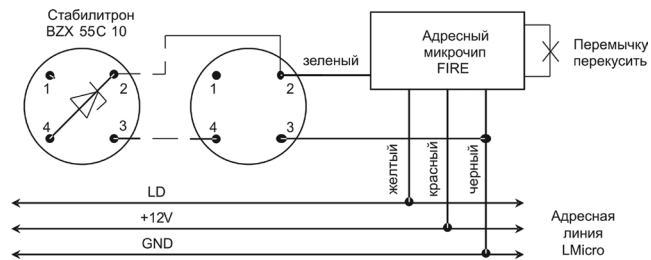

Рисунок 4. Схема подключения пожарных дымовых извещателей
- Для пожарных дымовых извещателей используйте оконечный стабилитрон ВZХ55С10 или аналогичный. (Рисунок 4).